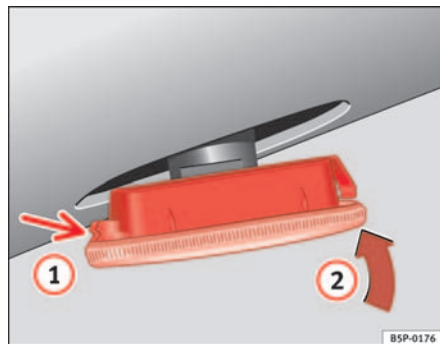

Abb. 191 Seitlicher Blinker
- Setzen Sie den Blinker zuerst in der Aufnahme der Karosserie ein, wobei die Halterungen richtig einrasten müssen ⇒ Abb. 191, Pfeil ①.
- Setzen Sie die Lampe in Richtung Pfeil ② ⇒ Abb. 191 ein. ■